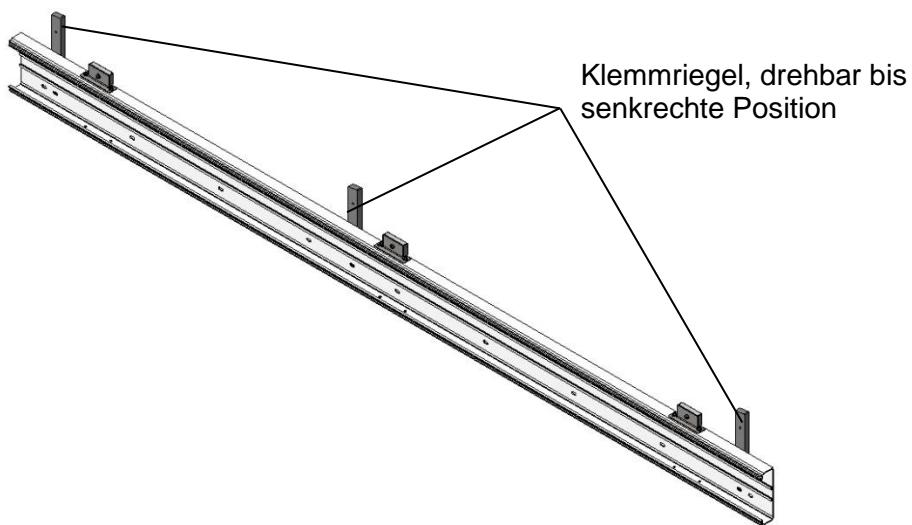

Abb. 6: Kabelkanal R5
- ◆ Mitteln Sie den Abstand zum Rand aus und klemmen Sie den Kabelkanal R5 mit den drei Klemmriegeln (siehe Abb. 6) in der oberen und unteren Vertiefung des Dachträgers fest.